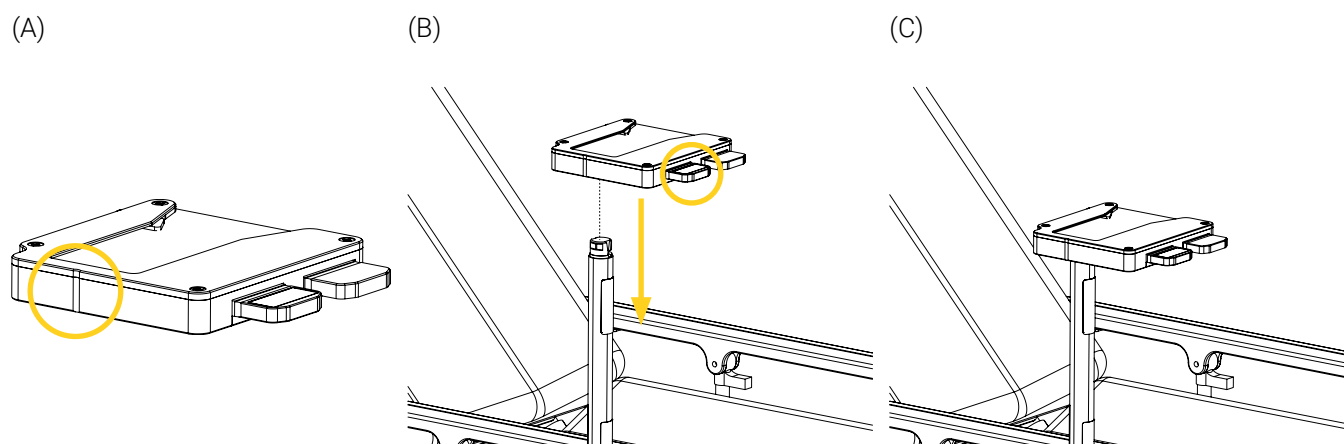

Figure 13: Installation du Support de fixation NVM sur la tige
1. Aligner l'indicateur sur le Support de fixation NVM avec la tige, en s'assurant que le bouton à déclenchement rapide sur le support de fixation fait face au côté pied du patient (Figure 13 A).
2. Appuyer et maintenir le bouton de rotation/à déclenchement rapide sur le support de fixation, insérer le support sur la tige (Figure 13 B) portant une attention particulière de ne pas coincer les câbles ou le tubage, puis relâcher le bouton afin de le verrouiller (Figure 13 C).